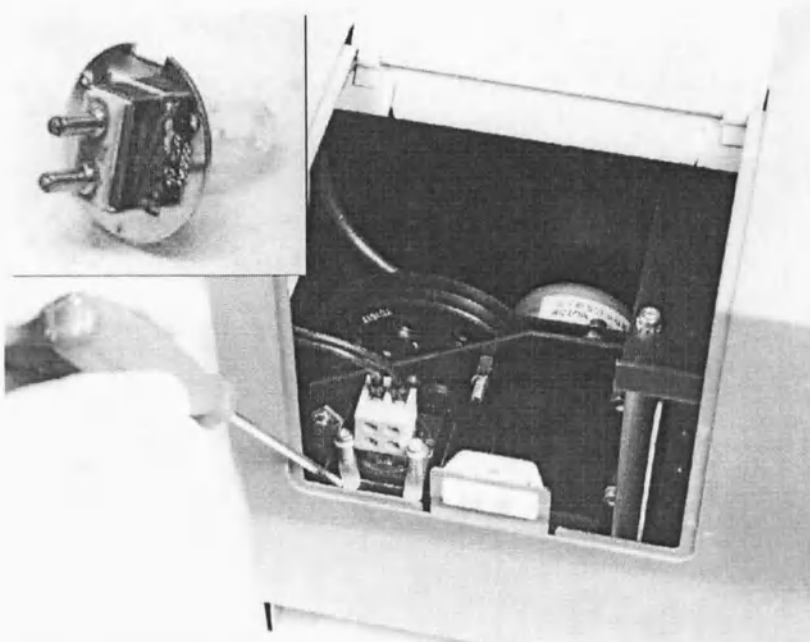

Рисунок 6-22. Замена лампы
2. Откройте 2 зажима крепления лампы. Ослабьте затяжку двух винтов крепления зажимов. Винты извлекать не следует. Потяните за оба зажима так, чтобы можно было вынуть лампу со штекером (Рисунок 6-22). Извлеките лампу со штекером. Отсоедините штекер от контактов лампы.